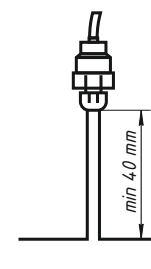

Рис. 2. Крепление на выносной линии
- Рекомендуется устанавливать датчик (для стороны низкого давления системы) на выносной линии во избежание обмерзания корпуса датчика и уменьшения влияния пульсаций давления на показания. См. рис. 2.